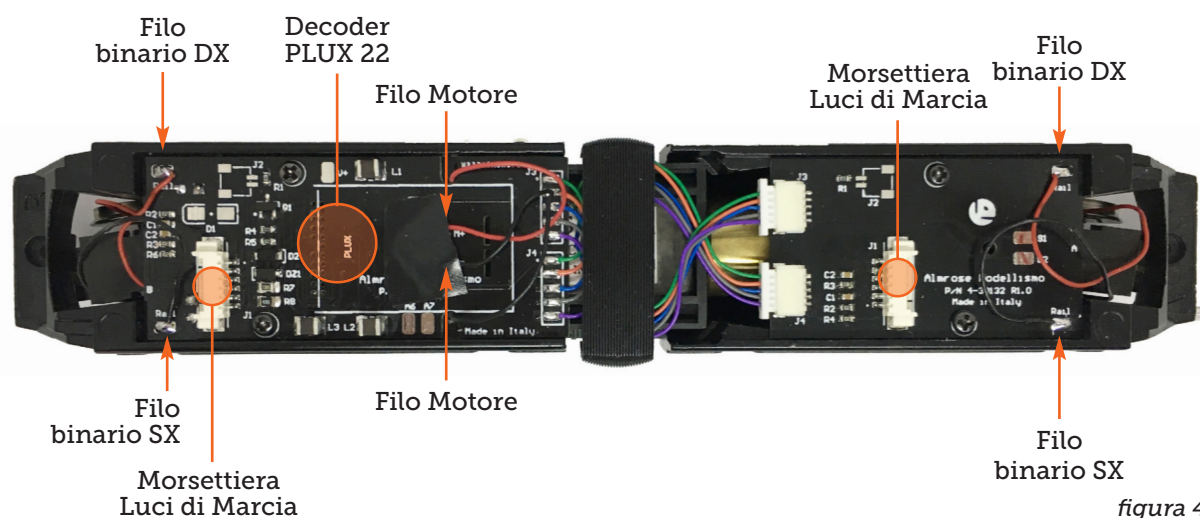

figura 4
6. Saldare i fili provenienti dalle prese di corrente dei carrelli sulle piazzole contrassegnate dalla scritta "Rail" e i fili del motore sulle piazzole contrassegnate dalla scritta "M" facendo riferimento alla figura 4.